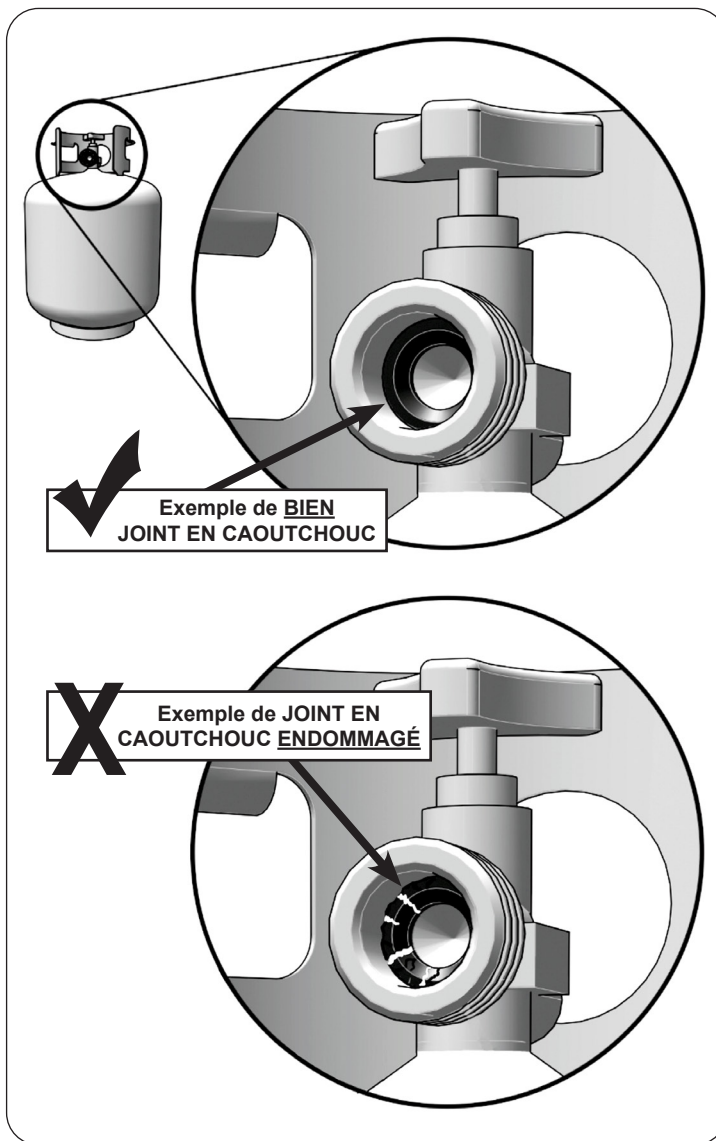

Fig. 8-1 Inspecter le joint en caoutchouc
- d. **Connexions CGA 791 sur les bouteilles de GPL :** l'élément d'étanchéité en élastomère de la face de la bouteille de ces appareils peut, au fil du temps, présenter des dommages ou une détérioration marqués et visibles susceptibles de provoquer une fuite même avec la connexion serrée. Une inspection visuelle du joint doit être effectuée chaque fois qu'une bouteille de GPL est remplacée ou remplie. Toute bouteille de GPL présentant des signes de dommages ou de détérioration, tel qu'illustré à la Fig. 8-1, y compris des fissures et des piqûres visibles, doit être remplacée.